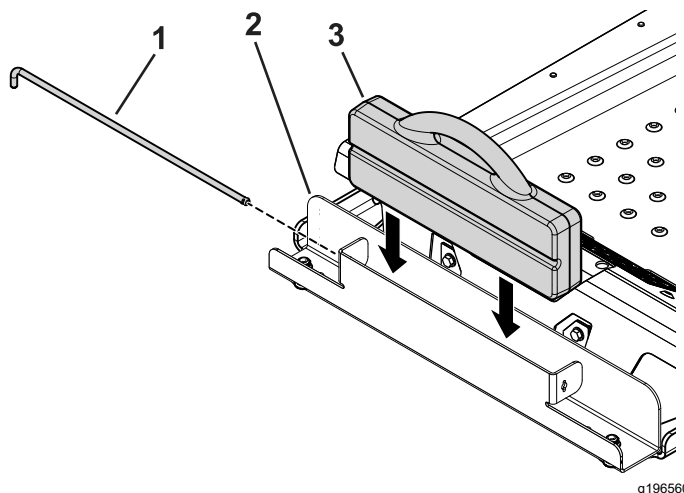

Figura 5
4. Introduceți greutatea cu mâner în compartimentul pentru greutate cu partea canelurii îndreptată spre partea din față a mâinii (Figura 5).
5. Introduceți tija de fixare în compartiment și rotiți-o în poziția de blocare (Figura 5).